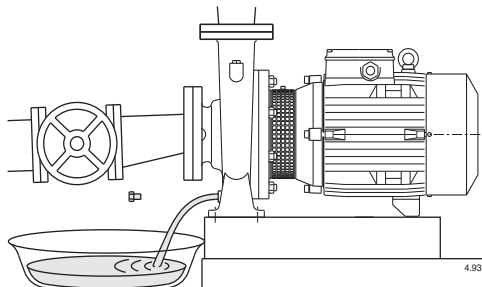

Fig. 4 Scarico.
**Quando la pompa rimane inattiva deve essere svuotata completamente se esiste il pericolo di gelo Fig. 4.**
Quando la pompa rimane inattiva deve essere svuotata completamente se esiste il pericolo di gelo Fig. 4.